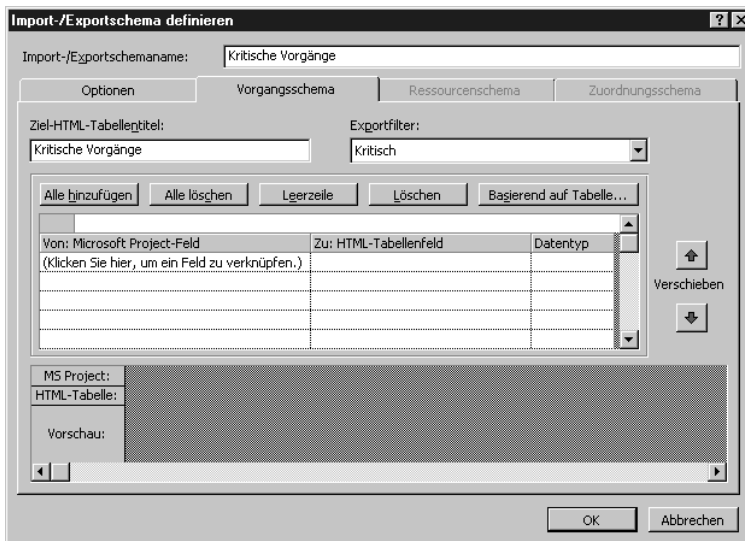

Abbildung 19.10:
9. Wählen Sie aus der aufklappbaren Liste EXPORTFILTER den Filter KRITISCH aus (siehe Abbildung 19.10).